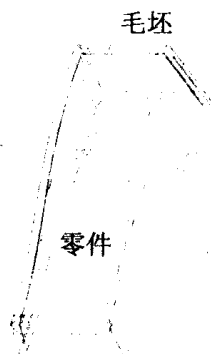
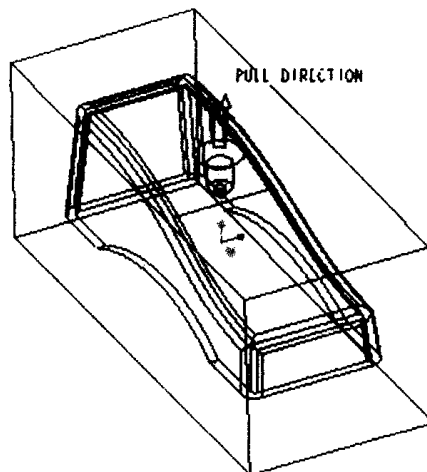

图 1.2 零件和毛坯
图 1.3 设计浇道系统
- (1) 建立模具模型(Mold Model)。首先选择 Mold Model | Assembly | Ref Model 命令载入设计好的零件，设置好装配关系后，然后再选择 Mold Model | Assembly | Workpiece 命令将事先设计好的毛坯装配进来，或选择 Mold Model | Create | Workpiece 命令直接建立毛坯实体，如图 1.2 所示是零件和毛坯的装配。
- (2) 选择 MOLD | Shrinkage 设置成品件的收缩率。
- (3) 以 MOLD | Feature 设计浇道系统, 如图 1.3 所示。一般而言, 浇道系统包括注道 (Sprue)、流道(Runner)、流道滞料部与浇口(Gate)等。